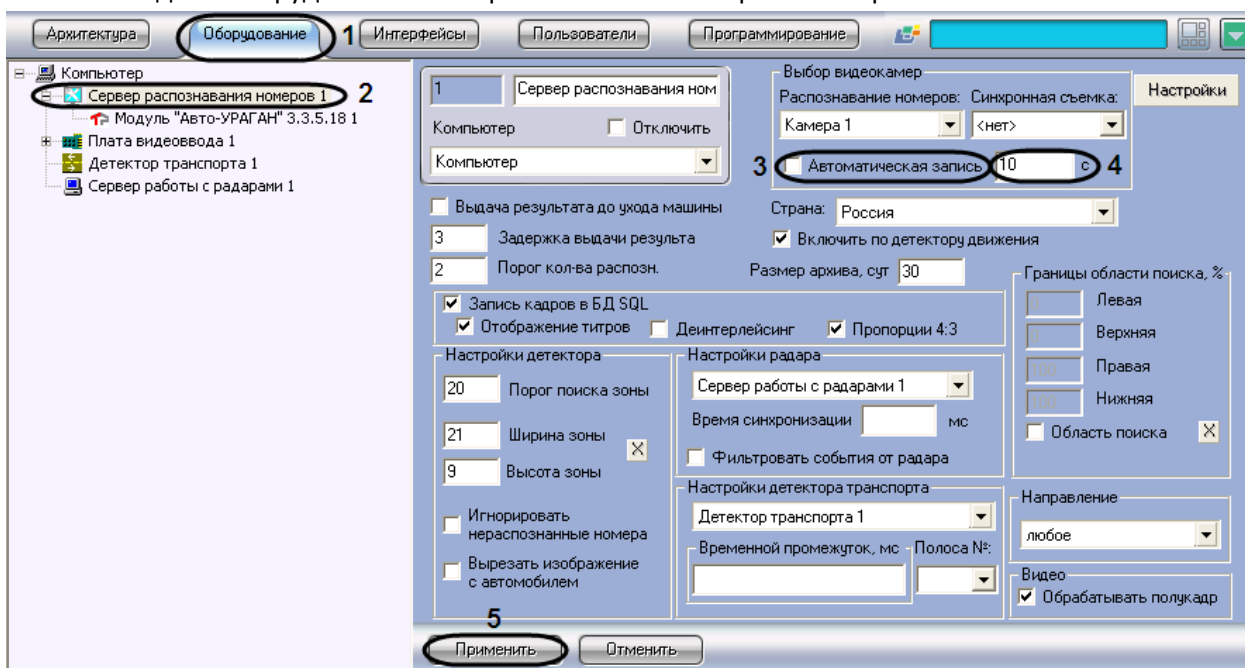

Рис. 7.2-6. Настройка параметров автоматической записи сигнала
1. В диалоговом окне «Настройка системы» перейти на вкладку «Оборудование» (Рис. 7.2-6, 1).
2. В дереве объектов на вкладке «Оборудование» выбрать объект «Сервер распознавания номеров», соответствующий активированному программному модулю «Авто-УРАГАН 3.3.5.18», «CARMEN-паркинг» или «CARMEN-Авто» (см. раздел «Активация программного модуля, используемого для распознавания номеров», Рис. 7.2-6, 2). В правой части вкладки «Оборудование» отобразится панель настройки выбранного объекта.
3. Установить флажок «Автоматическая запись» для активации функции автоматической записи видеосигнала при распознании номерного знака транспортного средства (см. Рис. 7.2-6, 3).
4. Указать длительность записи видеосигнала, осуществляющегося при распознании номерного знака транспортного средства (см. Рис. 7.2-6, 4).
5. Нажать кнопку «Применить» (см. Рис. 7.2-6, 5).